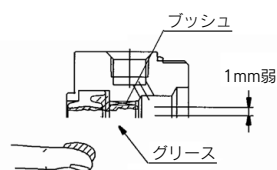

図6 ロッドパッキン
- ③⑧ ロッドパッキンB : グリースをパッキンとブッシュ内周全体にわたって塗布してください。(図6参照)